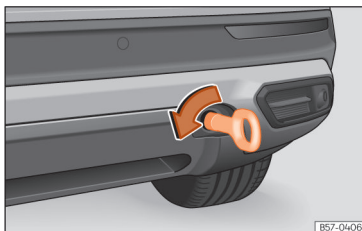

Fig. 48 No lado direito do para-choques traseiro: argola de reboque enroscada.
- Enrosque a argola de reboque no alojamento girando-a ao máximo **no sentido contrário ao dos ponteiros do relógio** »» Fig. 48»» !. Utilize um objeto adequado com o qual possa enroscar completa e firmemente a argola de reboque no seu alojamento.